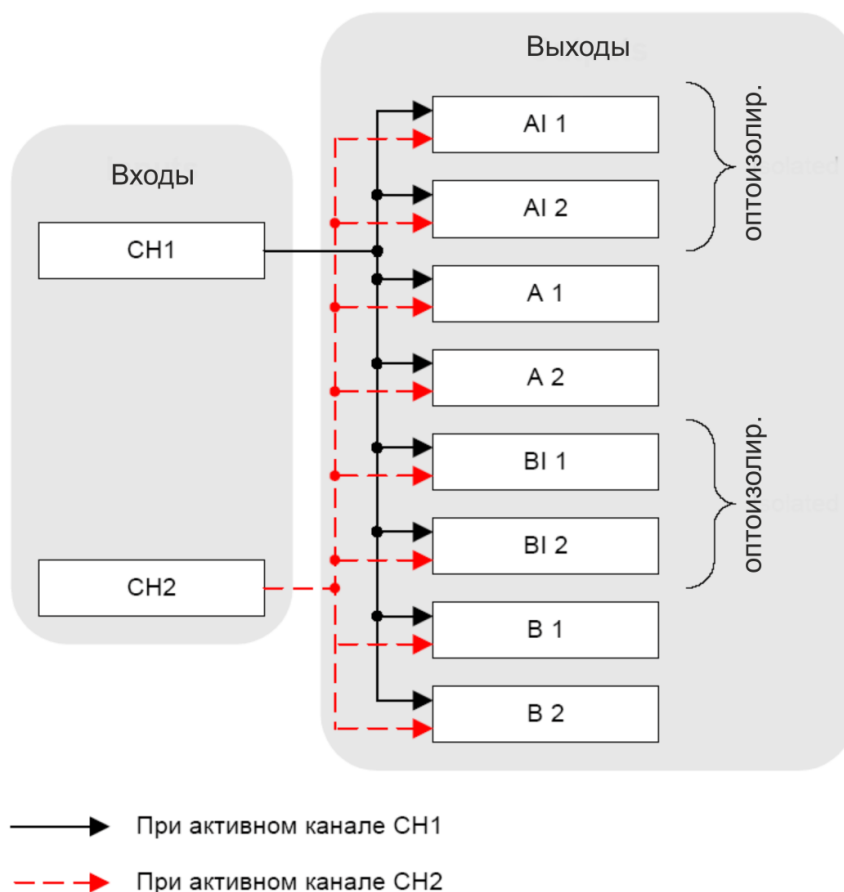

Рисунок 5 – Схема работы изделия в режиме размножения сигналов
2.3.2.1 В режиме размножения сигналов с выбором активного канала изделие принимает данные с активного входа «CH1» или «CH2» и выдает их на все восемь выходов, см. рисунок 5.